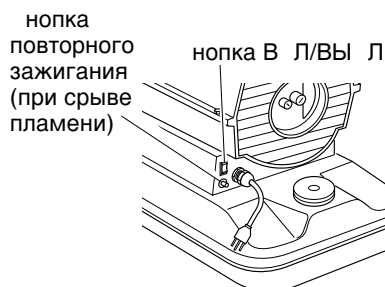

Рис. 5. *нопка повторного зажигания для нагревателей мощностью 10 и 20 кВт*
После перевода кнопки В Л/ВЫ Л в положение В Л нагреватель должен включиться. Если нагреватель не включается, нажмите кнопку повторного зажигания (при срыве пламени) (см. Рис. 5 и 6).
1. Нажмите кнопку повторного зажигания. См. рис. 5 и 6 на стр. 6